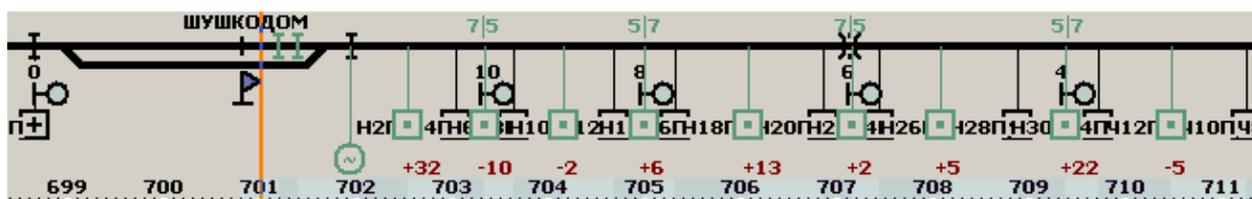

Рисунок 6-13 — Панель маршрута
1) на панели «Маршрут поездки» выбрать необходимый участок и нажать левую кнопку манипулятора (рисунок 6-13);